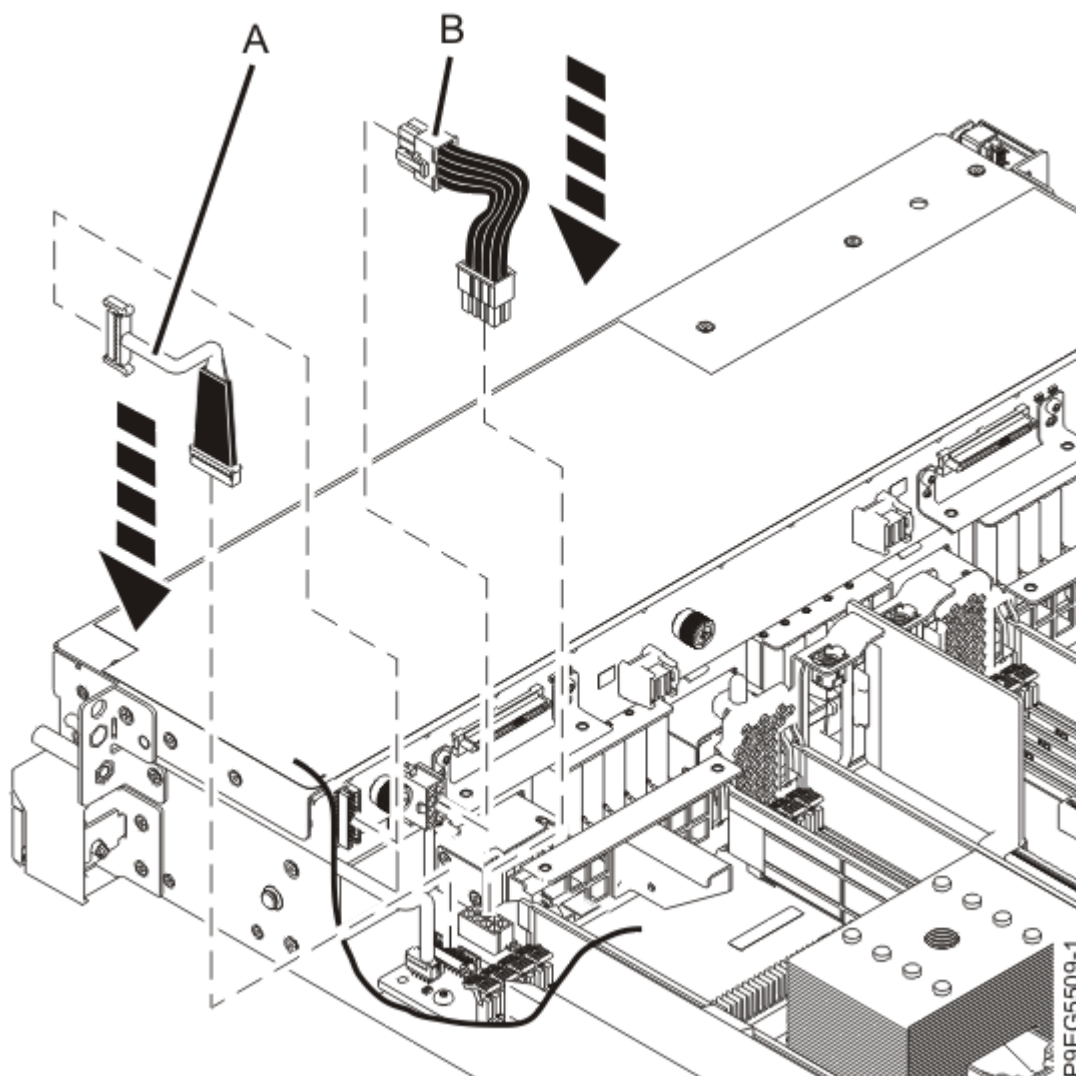

Figura 33. Reconectando o cabo de sinal e o cabo de energia
2. Usando suas etiquetas, reconecte o cabo de energia **(B)** ao painel traseiro da unidade de disco conforme mostrado na Figura 33 na página 37.